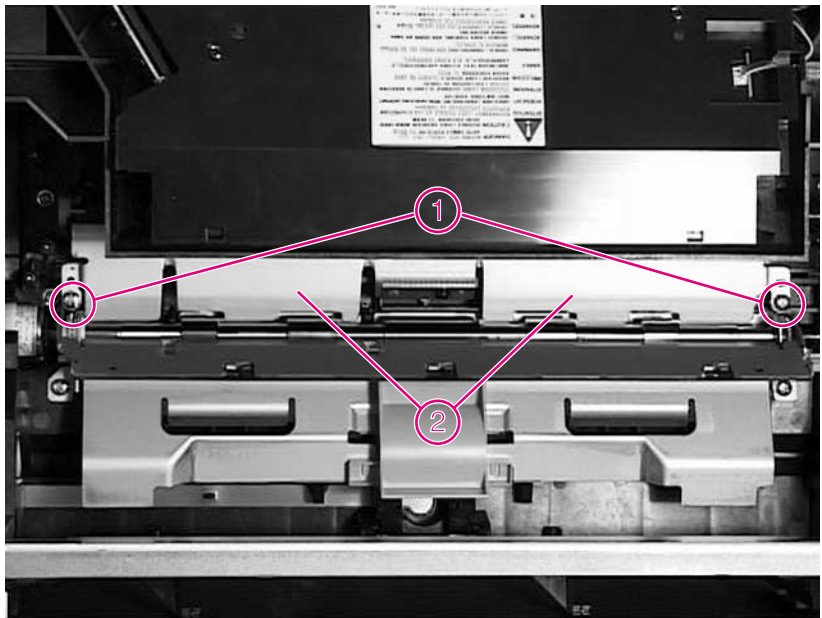

Figura 2 Rimozione della piastra metallica
- 1 Posizionarsi di fronte alla stampante, aprire il coperchio superiore e sollevare la piccola maniglia verde sul lato destro del gruppo di registrazione in modo da rendere accessibile la piastra metallica collocata lungo il rullo di trasferimento (Figura 2, elemento 2).